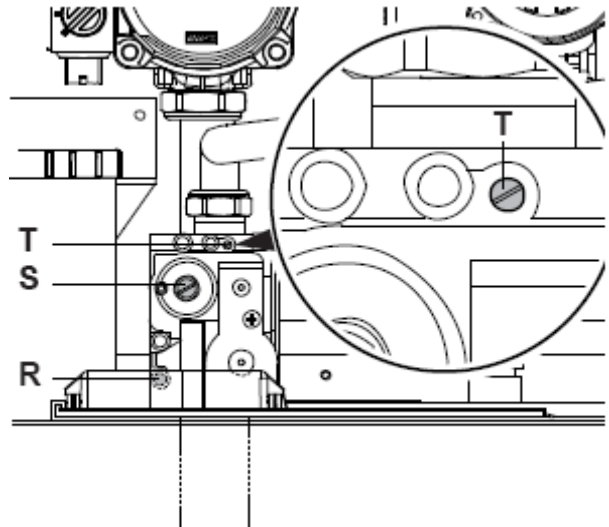

рис. 7.5
Для настройки **CO2** котла (давление газа на горелке) открутите латунную заглушку (S) и прокручивайте шестигранный винт 4 мм (см. рис. 7.5). По часовой стрелке значение **CO2** увеличивается.
- Если два этих значения не совпадают, прокручивайте винт регулирования максимума RQ (T) (см. рис. 7.5) газового клапана и настройте **CO2** на то же значение, которое приведено в Таблице (По часовой стрелке значение **CO2** уменьшается.).